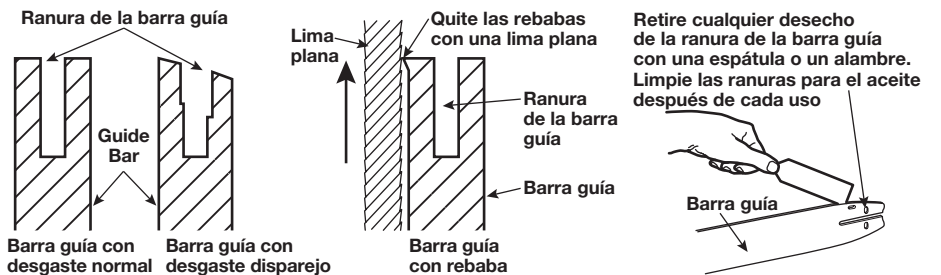

Fig.19 Vista vertical de la ranura de la barra guía que muestra el desgaste normal y el desgaste dispáreo
1. Quite la barra guía de la sierra de cadena (Fig. 19).
2. Use una espátula o cable para quitar el aserrín de dentro de la ranura de la barra guía (Fig. 19)